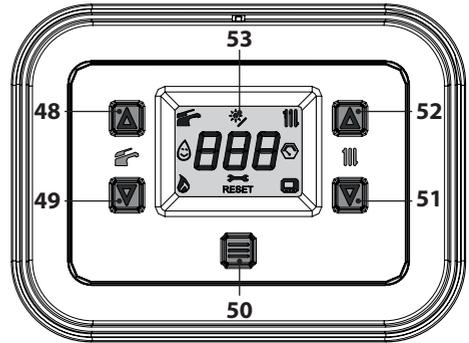
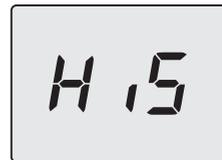
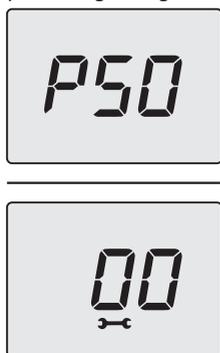

Figura 5.33
Figura 5.34
Figura 5.37
mendo contemporaneamente per 5 secondi i tasti 49 e 51 (Figura 5.33) fino a far apparire sul display LCD le lettere **HiS** che indicano il menu "Storico delle caldaie" (Figura 5.34).
- Premere per 1 sec. il tasto 50 (Figura 5.33) per entrare nel parametro selezionato. Il display visualizzerà quanto segue (Figura 5.37).
- Premendo il tasto 50 (Figura 5.33) si ottiene la conferma del valore inserito. Il display visualizzerà per 5 sec. quanto segue (Figura 5.38) poi, si porterà al livello superiore.
- Premendo contemporaneamente i tasti 49 e 51 (Figura 5.33) si esce senza modificare il valore (ritorno al livello precedente).
- Premere per 1 sec. il tasto 50 (Figura 5.33) per entrare nel parametro selezionato. Il display visualizzerà quanto segue (Figura 5.40).
- Premendo il tasto 50 (Figura 5.33) si ottiene la conferma del valore inserito. Il display visualizzerà per 5 sec. quanto segue (Figura 5.41) poi, si porterà al livello superiore.
- Premere per 1 sec. il tasto 50 (Figura 5.33) per entrare nel parametro selezionato. Il display visualizzerà quanto segue (Figura 5.43).
- Premendo il tasto 50 (Figura 5.33) si ottiene la conferma del valore inserito. Il display visualizzerà per 5 sec. quanto segue (Figura 5.44) poi, si porterà al livello superiore.